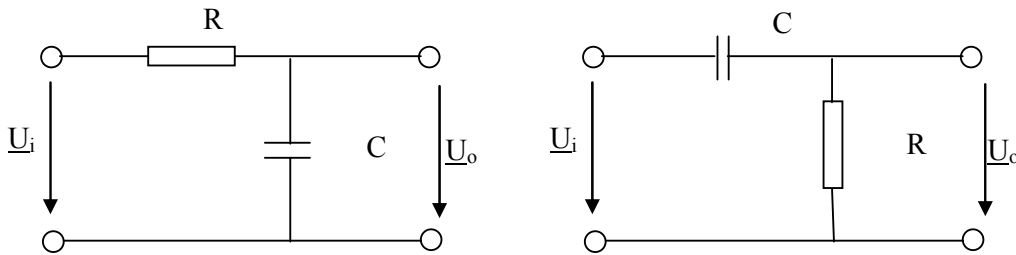

Figura 2: a) FTJ - Circuitul de integrare
Circuitele studiate în lucrare sînt date în figura 2:
2. Să se deducă expresia funcției de transfer, modulul și argumentul funcției de transfer pentru circuitele din figura 2
1. Să se calculeze modulul funcției de transfer în tensiune pentru circuitele din figura 2, la frecvențele $f_t/10$, $f_t/4$, f_t , $2f_t$, $4f_t$, $10f_t$.